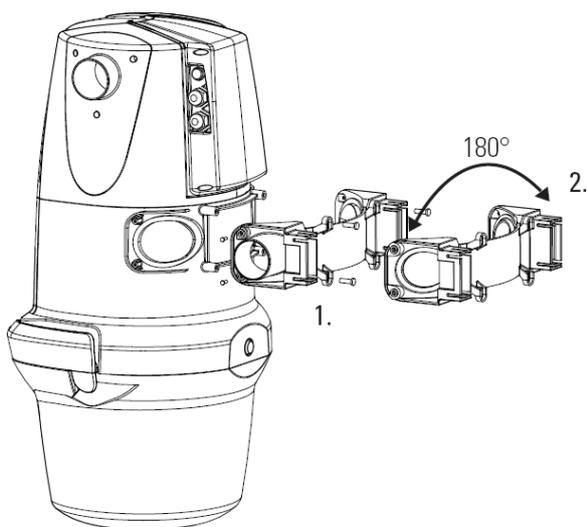

Figura 1
2. Utilizzare l'apposita dima per segnare la posizione desiderata. Verificare che la posizione non interferisca con il passaggio di cavi elettrici sotto traccia (Figura 1).
Mod. 1000-1250 – Figura 1
1. Svitare le viti e togliere l'aggancio/ingresso reversibile. (Figura 1)
2. Ruotare di 180° l'aggancio/ingresso reversibile. (Figura 1)